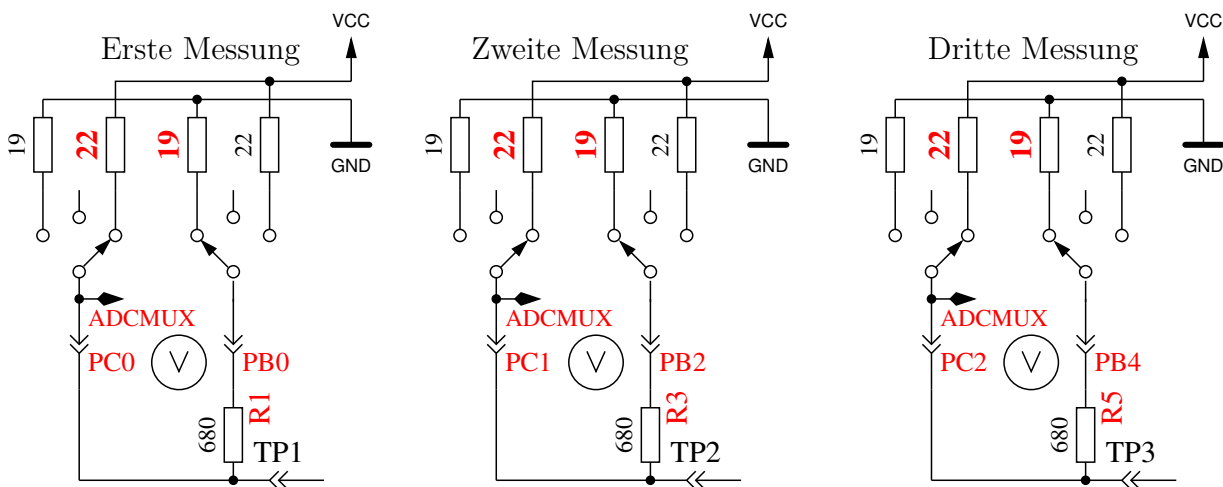

Abbildung 5.67. Messung des Innenwiderstandes des auf VCC geschalteten Port-C-Ausgängen.
9. **Messung des Innenwiderstandes von auf VCC geschalteten Port-Ausgängen.** Der benötigte Strom wird von auf GND geschalteten 680Ω-Widerständen geliefert. Es ist die gleiche Messung wie die in Test 8 zur anderen Seite, wie in Abbildung 5.67 gezeigt wird. Der Innenwiderstand wird wie folgt berechnet: Um den Strom zu berechnen:  $(5001 - (\text{Ergebnis von Test 8}) - (\text{Ergebnis von Test 9})) / 680$ . Die Widerstandswerte ergeben sich, wenn die gemessene Spannung durch diesen Strom dividiert wird. Das Ergebnis für diesen Test wird dann in Zeile 1 mit dem Text „RI\_Hi=“ in Ω angezeigt, der Innenwiderstand zur GND-Seite wird in Zeile 2 mit dem Text „RI\_Lo=“ angezeigt. Diese Werte werden ab Software-Version 1.06k bei jeder Messung neu bestimmt und hier nur dargestellt.